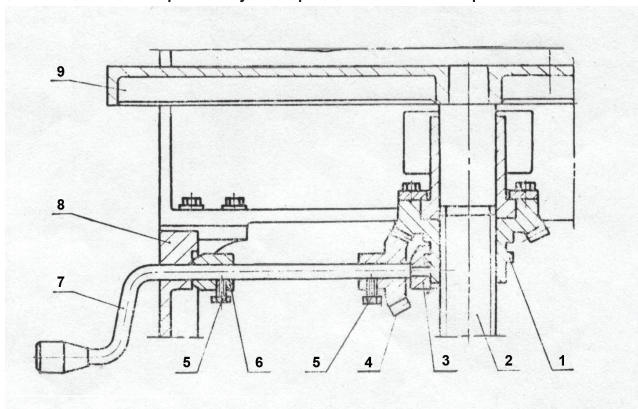

рис. 3
4.3 Общий вид стола рейсмуса представлен на рис. 3
4.8 Внутри корпуса установлен стол 9 (рис. 3) для рейсмусования, подъем или опускание которого для установки положения рейсмусования осуществляется ручкой регулирования 7 (рис. 3).